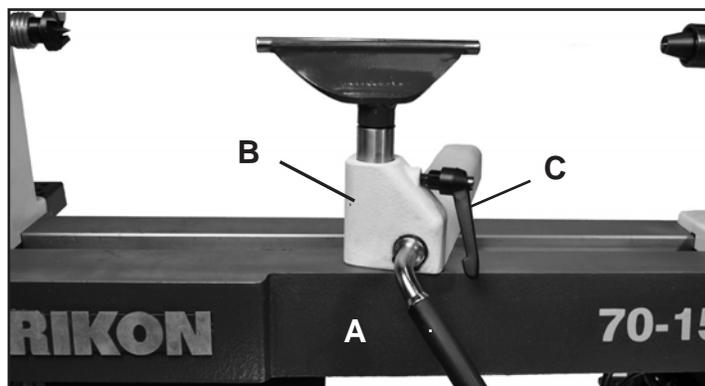

FIG. 4
1. **MANIJA DE BLOQUEO DE LA BASE DEL SOPORTE DE HERRAMIENTA:** (FIG. 4, A) Esta manija accionada por leva bloquea la base del soporte de herramienta (B) hacia abajo en la bancada. Desbloquee la manija para posicionar el soporte en cualquier lugar a lo largo de la bancada. Apriete la manija cuando el soporte está correctamente situado para torneear la pieza de trabajo seguramente. Vea la página 12 para ajustes de la presión de sujeción.
2. **MANIJA DE BLOQUEO DEL SOPORTE DE HERRAMIENTA:** (C) Esta bloquea el soporte de herramienta en posición para sostener sus herramientas mientras torneaa. Desbloquee la manija para ajustar el soporte de la herramienta en un ángulo o altura específico. Apriete la manija cuando esté en la posición deseada.